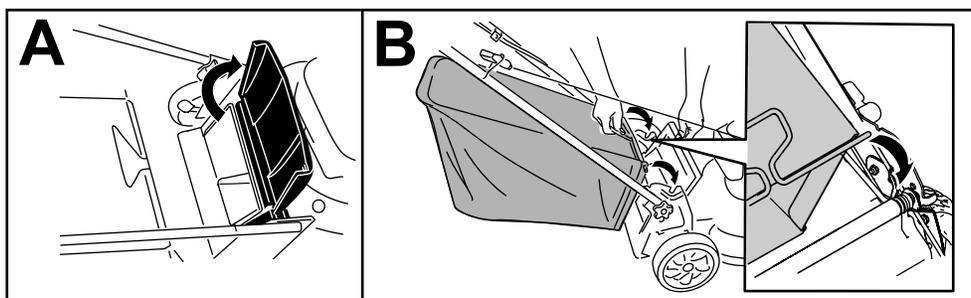

Figura 12
1. Sollevate il deflettore posteriore e tenetelo sollevato (A di Figura 12).
2. Montate il cesto di raccolta, accertandovi che i suoi perni siano inseriti nelle tacche presenti sulla stegola (B della Figura 12).